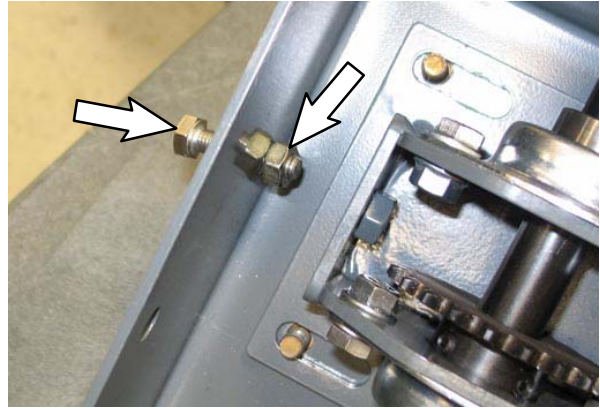

FIG. 34
31. Máquinas con nuevo diseño: retire el tornillo tensor de la dirección. (Fig. 34)